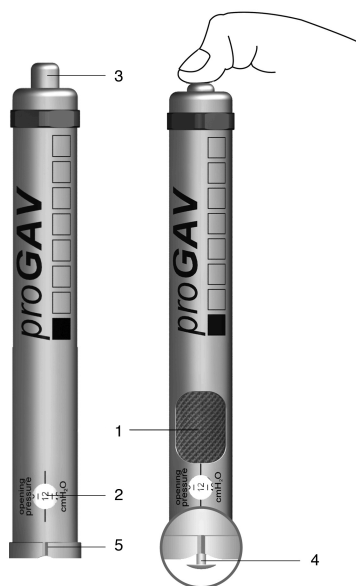

Fig. 4: proGAV Adjustment Tool
proGAV Adjustment Tool (fig. 4) bruges til justering af ventiltryktrinnet. Det ønskede tryktrin vælges ved at dreje justeringshjulet (1). Tryktrinnet vises i displayvinduet (2). Instrumentet sættes centralt over ventilen. Ved at trykke på udløserknappen (3) trykkes justeringsspidsen (4) ud af bunden, rotoren i ventilen udløses, og ventilens åbningstryk indstilles. Markeringen (5) på proGAV Adjustment Tool skal ved påsætningen på ventilen pege mod det proksimale kateter (der fører til ventriklen).